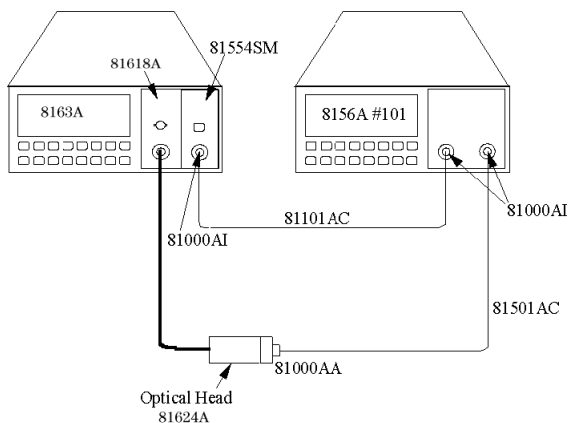

Figura 86 Impostazione del test a 1310 nm e 1550 nm: misura di riferimento
- 1** Collegare l'apparecchiatura come indicato alla Figura 86.
Collegamento dell'apparecchiatura **1** Collegare l'apparecchiatura come indicato alla Figura 86.